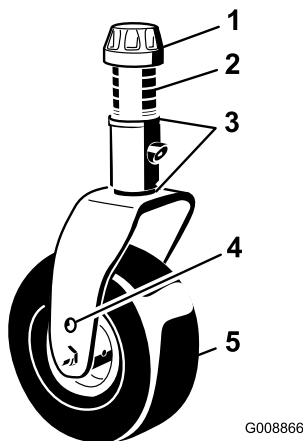
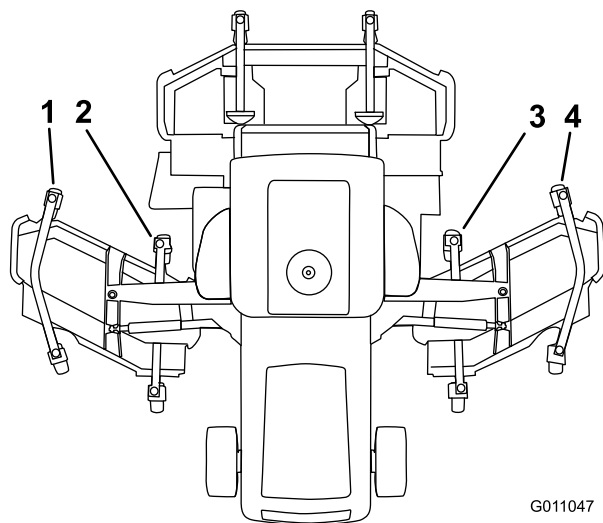

Рисунок 33
Рисунок 34
3. Если внутренняя кромка бокового режущего блока находится слишком высоко по отношению к наружной кромке переднего режущего блока, снимите одну регулировочную проставку на 1/8" с рычага переднего внутреннего поворотного колеса (Рисунок 33 и Рисунок 34). Повторите измерение разности между наружными кромками обоих боковых режущих блоков и между внутренней кромкой бокового режущего блока и наружной кромкой переднего режущего блока.
4. Если внутренняя кромка по-прежнему слишком высока, снимите еще одну регулировочную проставку на 1/8" с рычага переднего внутреннего поворотного колеса бокового режущего блока **и** одну проставку на 1/8" с рычага переднего наружного поворотного колеса бокового режущего блока (Рисунок 33 и Рисунок 34).
5. Если внутренняя кромка бокового режущего блока находится слишком низко по отношению к наружной кромке переднего режущего блока, добавьте одну регулировочную проставку на 1/8" с рычага переднего внутреннего поворотного колеса (Рисунок 33 и Рисунок 34). Проверьте разность между наружными кромками обоих боковых режущих блоков и между внутренней кромкой бокового режущего блока и наружной кромкой переднего режущего блока.